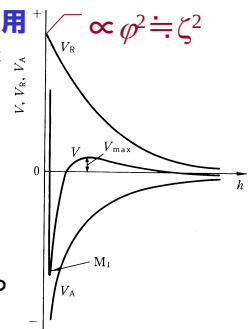

図 10.2 ポテンシャルエネルギー曲線 (V = V_R + V_A) の一例 ($V = V_R + V_A$)
- 全相互作用 V は、 $V = V_R + V_A$ (10.13) 図 10.2 参照